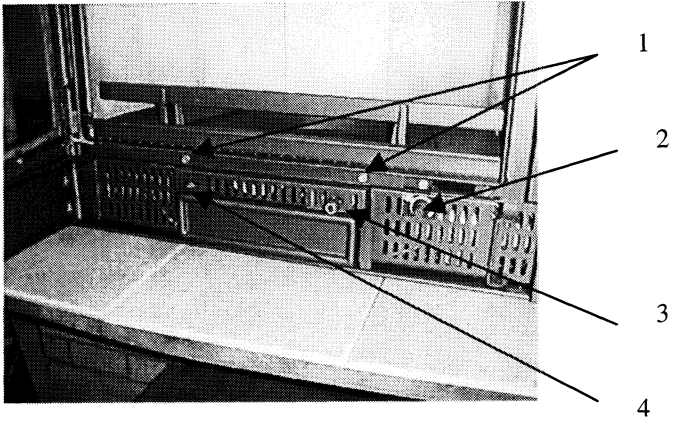

Fig 1
Le poêle amène son air d'un façon automatique. Il faut toujours commencer sur position 9. Le reste se règle après, automatiquement.(fig 1 nr3)
Les cendres doivent être secouées au minimum matin et soir. Pour déplacer la grille d'élimination des cendres de gauche à droite, placez le crochet dans l'oeil du tirant de la grille. (fig 1 nr4)
Use kindling wood or firelighters. Then place smaller woodlogs or lignite briquettes on the fire. Do not place larger wood on the fire until there are sufficient hot coals. The stove is provided with an automatic air-supply control regulator which, if you start heating, should be in position 9. Further air-supply will control itself. (fig 1 pos 3)
The ash must be shaken out at least every morning and evening. The riddle grate is moved to and for using the "cold hand" which fits into the eye in the draw rod.(fig 1 pos 4)